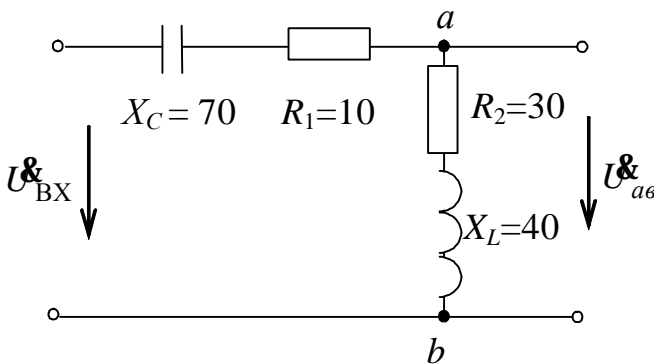

Рис. 4.4
**Задача 4.2.** Заданы параметры элементов электрической цепи (активные и реактивные сопротивления заданы в Омах) и входное напряжение  $U_{\text{ВХ}}=50$  В (рис. 4.4). Определить напряжение  $\underline{U}_{ab}$ , потребляемую активную и полную мощности. Построить векторную диаграмму тока и напряжений.